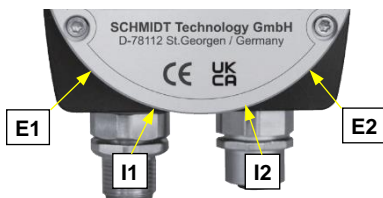

Figure 5-2 Position des DEL pour le clignotement alterné
- „E1“, „E2“ ; „I1“, „I2“ : DEL près des connecteurs („E“ : extérieur; „I“ : intérieur, voir Figure 5-2)